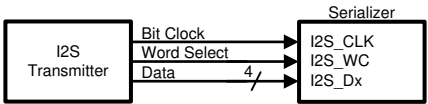
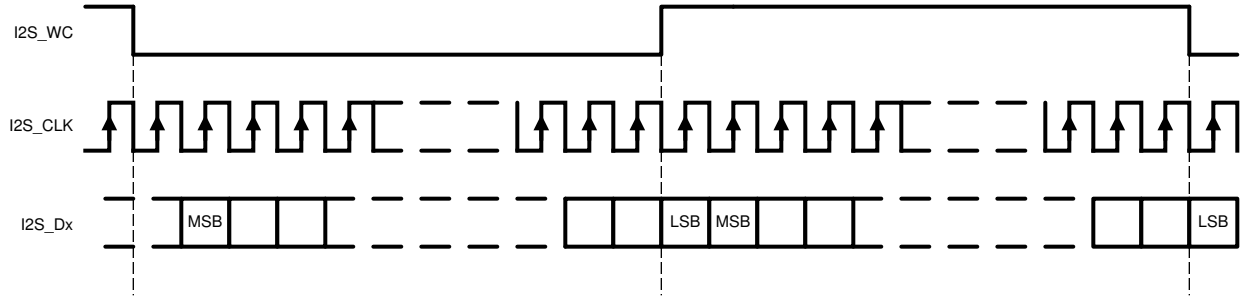

图 8-7. I2S 连接图
图 8-8. I2S 帧时序图
DS90UB941AS-Q1 串行器具有六个 I2S 输入引脚，与兼容的解串器配对时，可支持 7.1 高清 (HD) 环绕声音频应用。位时钟 (I2S\_CLK) 支持 1MHz 和 CLK/2 或 13MHz 中较低的频率。四个 I2S 数据输入分别传输两个 I2S 格式的音频通道，每个通道由字选择 (I2S\_WC) 输入描绘。有关 I2S 连接图和时序信息，请参阅图 8-7 和图 8-8。